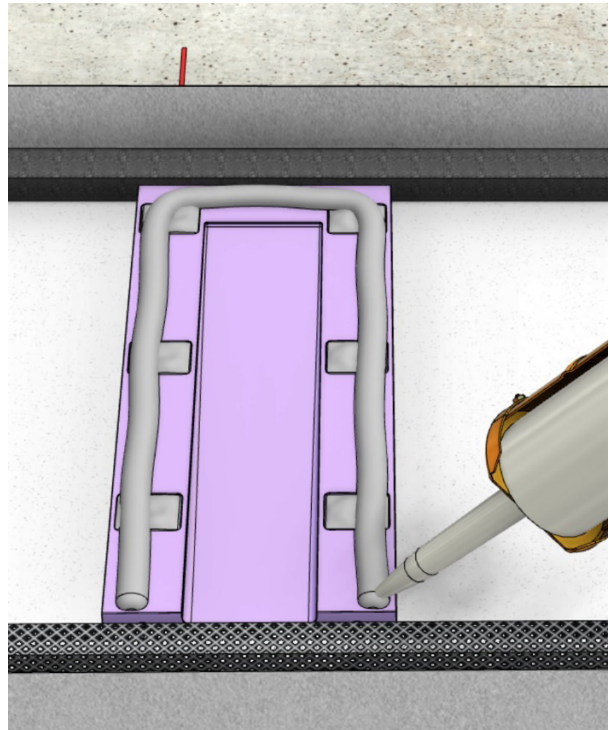

Fig 20
- Rellene todos los huecos empotrados de estas cuñas con un sellador de silicona de alta calidad. (Fig. 20)